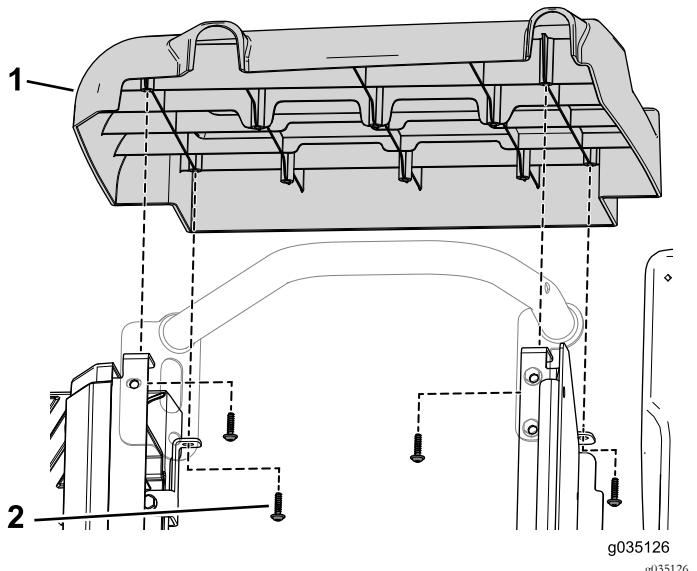

図 55
3. 右サイドカバーを車両に固定しているタッピングねじ4本を外す図 55。